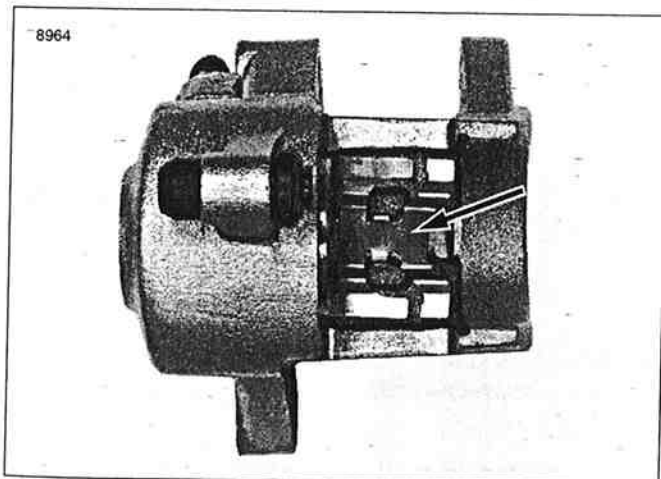

Figura 1-27. Resorte de la pastilla de la mordaza trasera
- Vea la Figura 1-27. Cuando reemplace las pastillas del freno trasero, asegúrese de que el resorte de la pastilla no quede suelto y se caiga. Si esto pasa, tendrá que volverlo a instalar antes de instalar pastillas nuevas. La instalación de este resorte puede necesitar el desmontaje de la mordaza de la pieza de soporte de montaje.
- La orientación de los resortes de las pastillas debe ser igual como en la Figura 1-27.